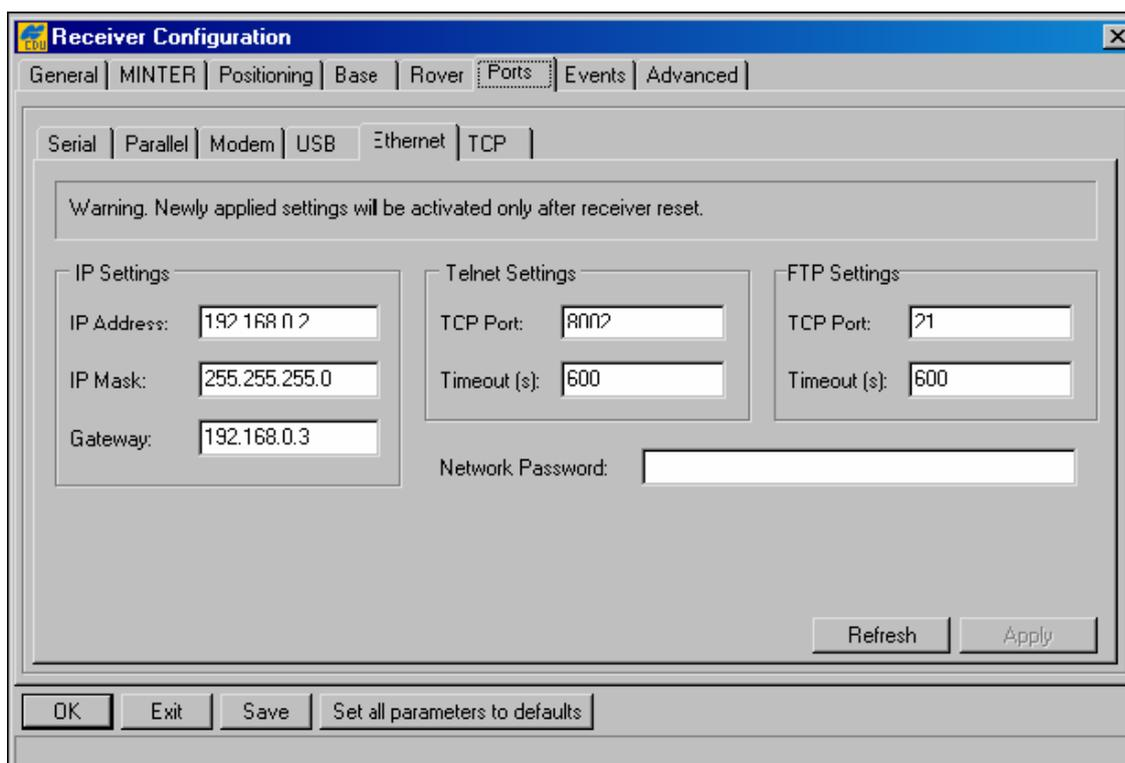

Рисунок 2-7. Настройки Ethernet соединения на примере FTP сети
4. Установите следующие настройки IP приемника в области *IP settings* (см. рисунок 2-7 на странице 2-16):
5. В области настроек *Telnet* оставьте значения всех параметров заданными по умолчанию (исходными) и убедитесь в том, что значение TCP порта установлено как 8002 (см. рисунок 2-7 на странице 2-16).
6. Введите значения параметров в области *FTP settings (Параметры протокола передачи файлов)* (см. рисунок 2-7):
7. При необходимости ограничения доступа к FTP серверу задайте *Network Password (Сетевой пароль)* (см. рисунок 2-7).